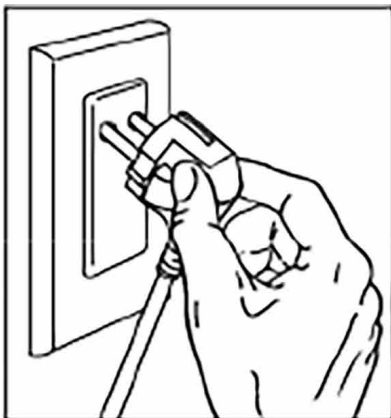

Fig. 1
1. Collegare il cordone di alimentazione di rete della levigatrice alla fonte di alimentazione (uscita 220 VCA). I suoni di avvertimento «bip» si producono una volta che la presa è ben collegata alla fonte di alimentazione e l'indicatore LED indica il colore «Rosso fisso» (Fig. 1).